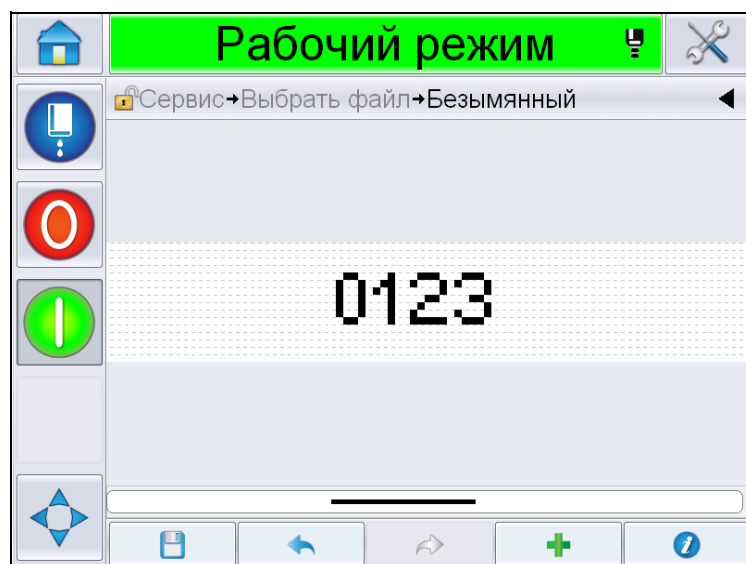

Рис. 5-34: Поле учета на странице Сообщений
- 14 Выберите и установите параметры в соответствии с требованиями и нажмите ОК. Сообщение в выбранном формате отобразится на странице *Сообщение* (Рис. 5-34). Перейдите к Шаг 18 на странице 5-42, чтобы сохранить сообщение или перейти к следующему шагу, чтобы добавить другое поле.